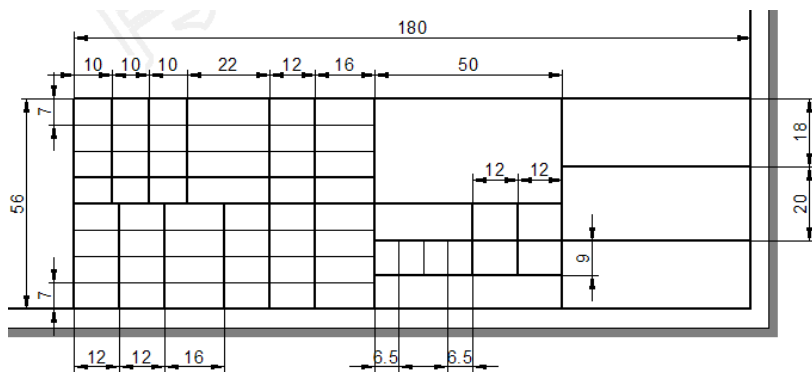

图 11.5.6 添加标题栏
Step9. 添加标题栏。利用草图工具绘制图11.5.6所示的标题栏，并添加尺寸约束及设置线宽（其余线宽为0.35）。